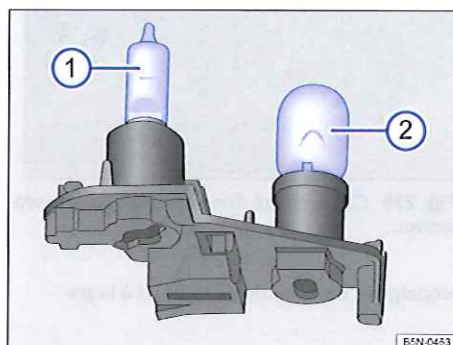

Fig. 238 Porte-ampoule avec ampoule de feu arrière de brouillard ① et ampoule de feu rouge arrière ②.
6. Remplacez l'ampoule de feu arrière de brouillard → fig. 238 ① ou l'ampoule de feu de recul déflectueuse ② par une ampoule neuve de même version.